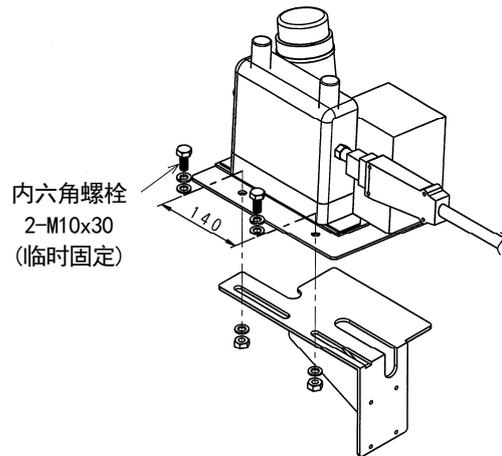

图 1.2 送丝机的安装(步骤 2)
2. 请参阅图 1.2 将送丝机安装在固定支架上。安装时，使用送丝机附属的六角头螺栓·垫圈·螺母临时固定。(为了进行一体化动力线的张力调节，请先临时固定。)